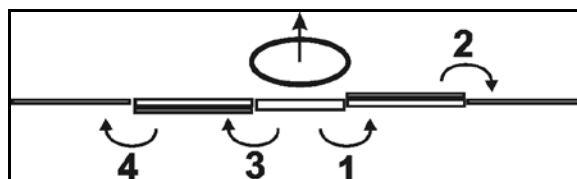

Fig. 76
Følg rækkefølgen i Fig. 76 for udklapning af bom. Indklapning sker i omvendt rækkefølge!
2. Klap den højre udlægger ud (Fig. 76/1,2).
3. Klap den venstre udlægger ud (Fig. 76/3,4).